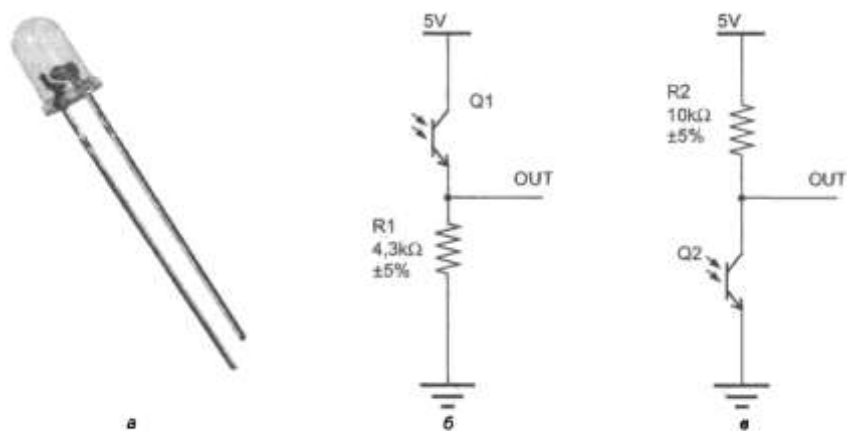

Рис. 9.4. Фототранзистор (а) и схемы подключения фототранзистора в качестве датчика освещенности (б и в)
3. Фототранзистор (рис. 9.4, а) не только преобразует световой поток в электрический ток, подобно фотодиоду или фоторезистору, но и многократно его усиливает. Визуально фототранзисторы могут не отличаться от фотодиодов, но подключаются и работают иначе. Схемы подключения фототранзисторов приведены на рис. 9.4, б и в. Основным преимуществом фототранзистора, как аналогового датчика, перед фотодиодом, представляющим собой пороговый, или цифровой, датчик, является возможность измерения уровня освещенности, что позволяет при определении цвета объекта фиксировать тона и полутона. Для этого следует подключать аналоговый выход OUT фототранзистора к аналоговым входам контроллера Arduino (АО-А5 или АО-А7 — в зависимости от модели контроллера). При этом робот должен будет экспериментально измерить уровень освещенности на белом фоне и уровень освещенности на черной линии, а затем проанализировать полученные значения в программе.